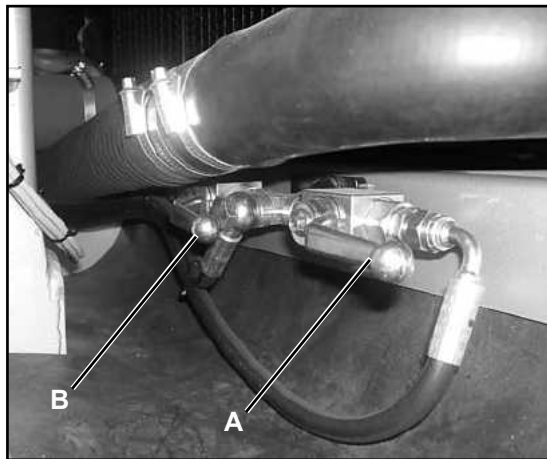

fig.1
Il Dobermann a 35km/h è dotato di sospensioni anteriori e posteriori, la procedura di regolazione delle sospensioni anteriori è uguale alla versione a 15km/h - 25km/h AS (vedi pagina precedente), il rubinetto interessato è il part.A della fig.1.
- 2) Aprire il rubinetto (B fig.1) le sospensioni si scaricano.
- 3) Accendere la macchina accelerare tutto, le sospensioni si caricano, poi scaricare completamente, ripetere un paio di volte l'operazione per essere sicuri che non vi sia aria, mentre si ricaricano e salgono misurare (fig.4) il pistone quando arriva a 90mm chiudere il rubinetto anteriore (B fig.1), poi chiudere i 2 rubinetti posteriori (C fig.2)
- 4) Ad operazione ultimata ripetere in senso inverso le varie operazioni per bloccare il rubinetto anteriore (B fig.1) e i rubinetti posteriori (C fig.2).